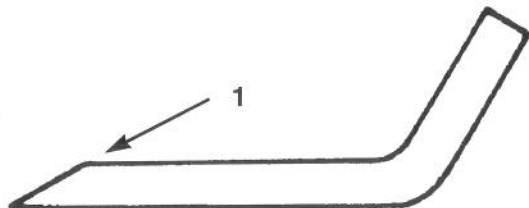

Bild 36
1. Die Schnittkanten an beiden Enden des/der Messerbalken mit einer Feile schärfen (Bild 36). Den ursprünglichen Schnittwinkel beibehalten. Der Messerbalken behält seine ursprüngliche Wucht, solange die gleiche Menge Material von beiden Schnittkanten entfernt wird.